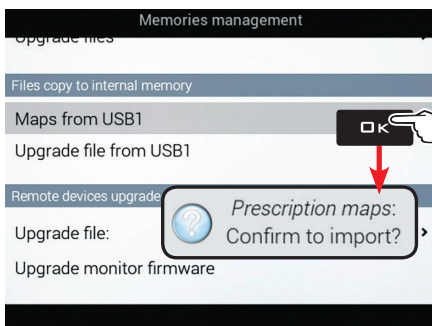

Fig. 291
- Välj **Maps from USB** (Fig. 291) och tryck **OK**. Datorn frågar om du vill bekräfta import.